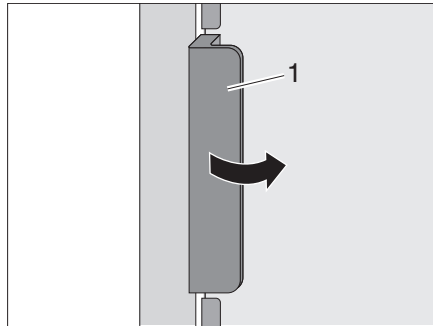
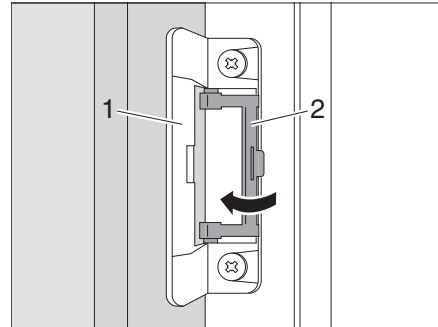

Fig. 330 Ouvrir la porte du réfrigérateur
Fig. 331 Bloquer la position de ventilation
- Ouvrir la porte du réfrigérateur avec la poignée (Fig. 330,1). Le verrouillage (Fig. 331,1) sera débloqué automatiquement.
- Rabattre le dispositif de blocage (Fig. 331,2).